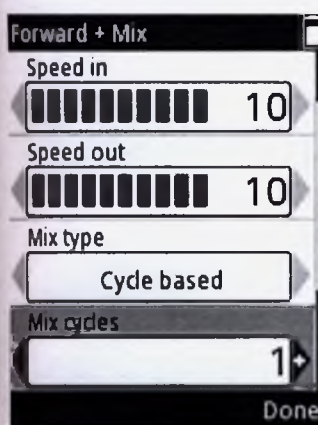

Рисунок D23.
6. Если смешивание производится в составе циклов, перейдите к **Mix cycles** (Циклы смешивания) и измените значение с помощью клавиш   (Рисунок D23).